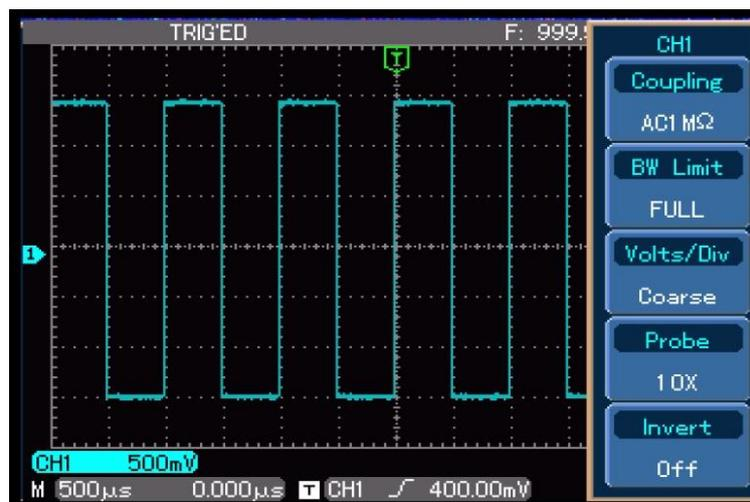

Figura 1.7. Sinal de Compensação da Ponta de Prova
- ③. Conecte a ponta de prova no sinal de calibração do osciloscópio. Pressione [AUTO] e você verá uma onda quadrada no display com, aproximadamente, 3V de pico-a-pico em 1kHz. Para mais detalhes, veja a Figura 1.7. Repita este passo para verificar CH2, CH3 e CH4. Pressione a tecla CH1 para desabilitar o canal 1 e então pressione a tecla de função [CH2] para habilitar CH2. Repita os passos 2 e 3 e assim por diante nos demais canais.